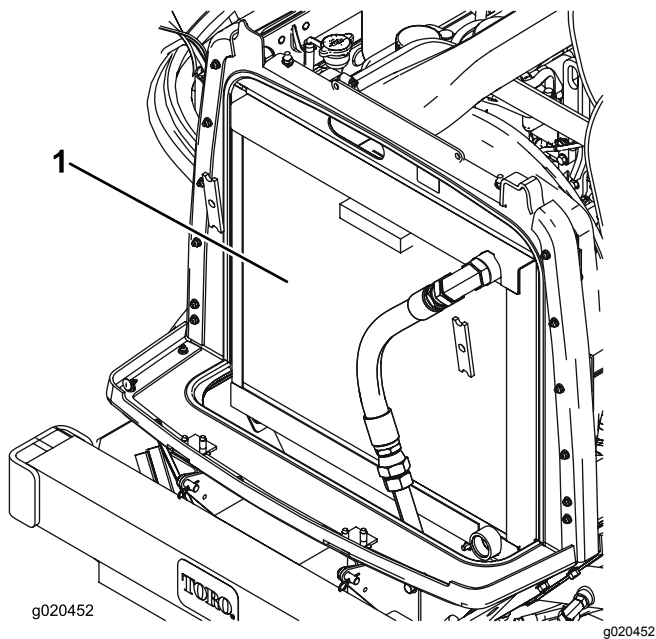

Figura 95
3. Limpe ambos os lados do radiador/dispositivo de arrefecimento de óleo com ar comprimido (Figura 95).